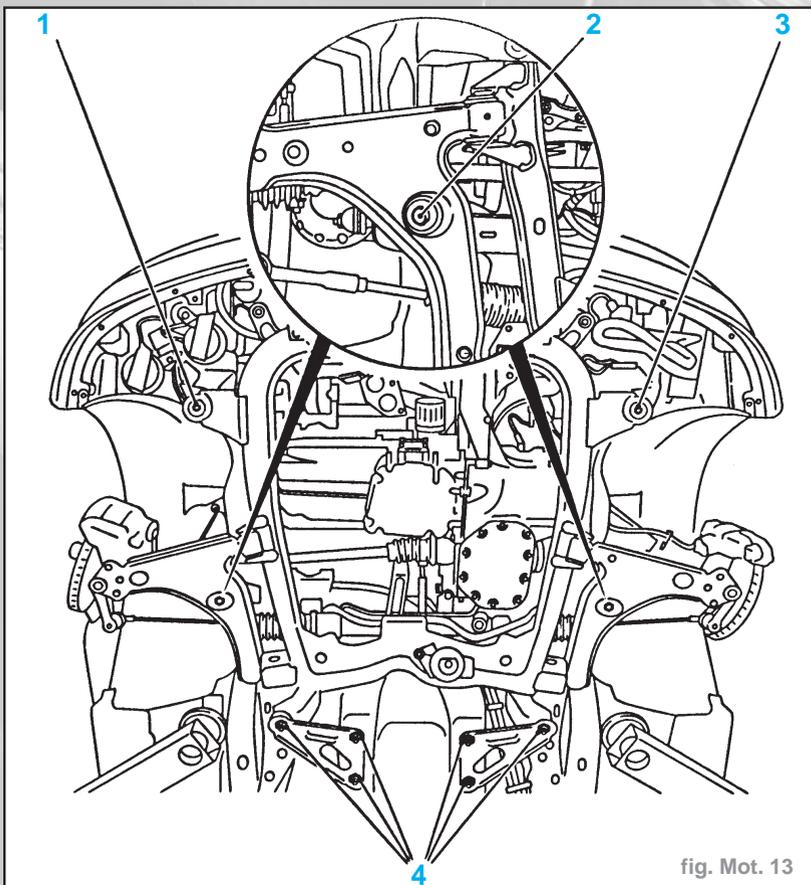

fig. Mot. 13
- Déposer les six vis de fixation arrière (4) côté droit et côté gauche. Déposer les vis de fixation avant côté droit (1) et côté gauche (3). Déposer les vis de fixation centrales (2) (fig. Mot. 13).
- Reposer le corps d'essieu avant avec des vis neuves (1-4) sur le soubassement du véhicule (fig. Mot. 13). Couple de serrage **9 daN.m + 45° + 15°**.